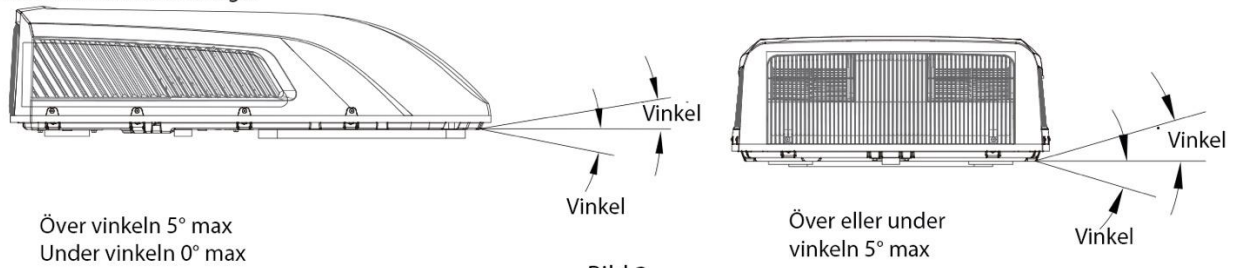

Bild 2
1. Klimatanläggningen skall installeras vågrätt i både längdriktning och i sidoriiktning då apparaten är parkerad på ett jämnt underlag. I bild 2 presenteras de största tillåtna avvikelserna från vågrät nivå.